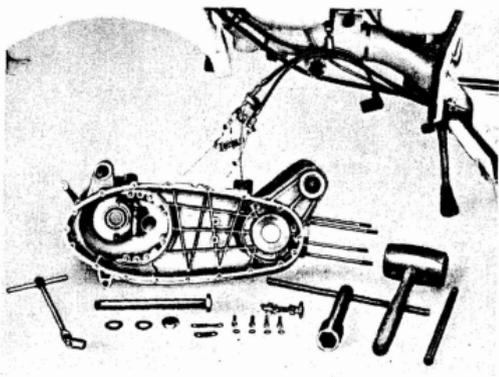

Fig. 24
- 39** Desmontar el carter del bastidor: aflojar los dos tornillos de bloqueo sobre el soporte de la palanca doble del cambio, los dos tornillos de bloqueo del soporte del registro del embrague (llave de 10), aflojar la tuerca que sujeta al cable del freno posterior sobre el registro (llave de 10), desatornillando una de las dos tuercas (llave de 24) y golpear con un punzón el perno de rotación del motor fuera de su asiento. Véase fig. 24.